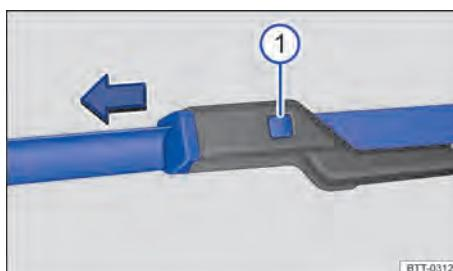

Fig. 173 Substituir as palhetas dos limpadores do para-brisa.
- Manter a tecla de destravamento → **Fig. 173** ① pressionada e, ao mesmo tempo, retirar a palheta do limpador do para-brisa no sentido da seta.